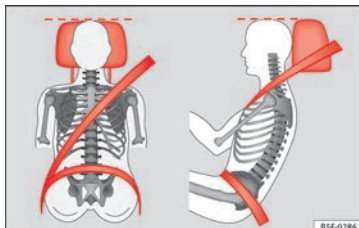

Fig. 57 Encosto de cabeça corretamente regulado visto de frente e de lado.
- Regule os encostos de cabeça de modo a que o rebordo superior do encosto fique, na medida do possível, alinhado com o alto da sua cabeça, no mínimo à altura dos olhos » **Fig. 57**